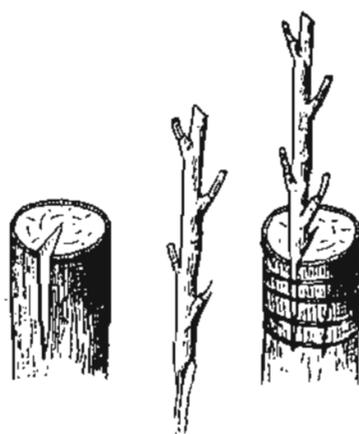
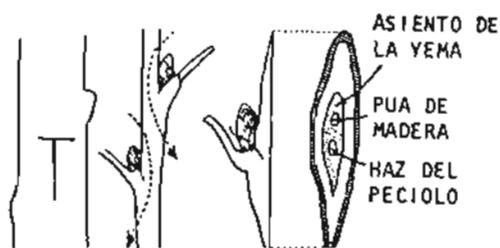

Fig. 7
Fig. 8
*Injerto*, consiste en insertar en un pie o patrón una yema (fig. 8), o trozo de rama con yema (fig. 7), proveniente de otra planta.